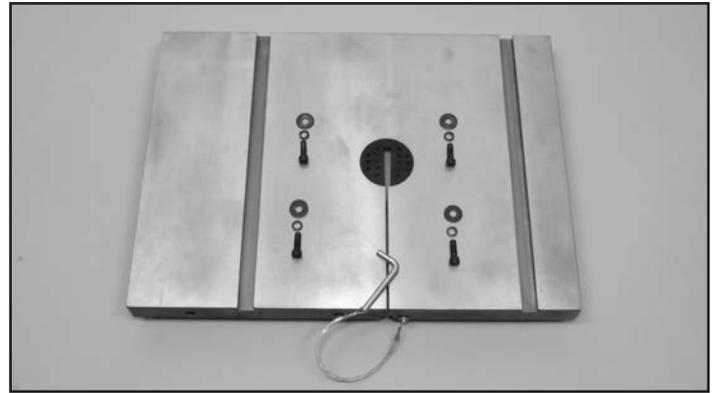

FIGURA 1
1. Retire la nivelación Tabla Pin (Parte # 4B) desde la parte frontal de la mesa. Este perno de metal mantiene a los dos lados del nivel de la mesa en el área de la ranura. Figura 1.